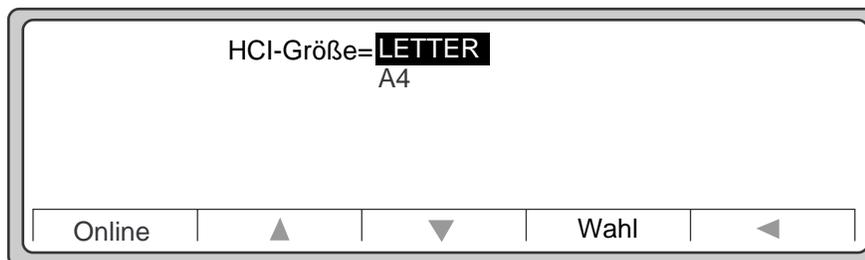

Abbildung 4-14 Maske HCI-Größe
3. Drücken Sie den **Rechtspeil**, um die Maske **HCI-Größe** anzuzeigen (siehe Abbildung 4-14).